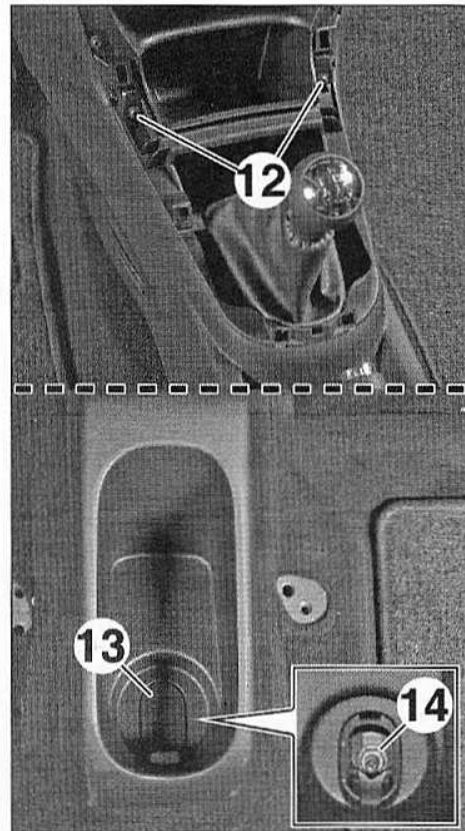

FIG.6
- Déposer (Fig.6) :
- les vis (12),
- le cache (13),
- l'écrou (14).